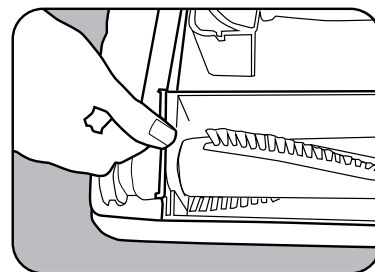
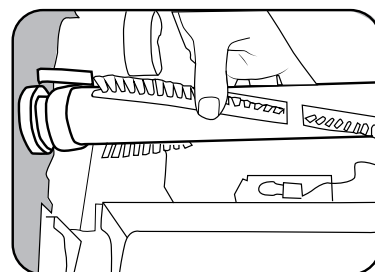

Fig. 4
Fig. 5
- Retirez le protecteur de courroie (Fig. 4). Retirez l'agitateur en le tirant tout droit (Fig. 5).